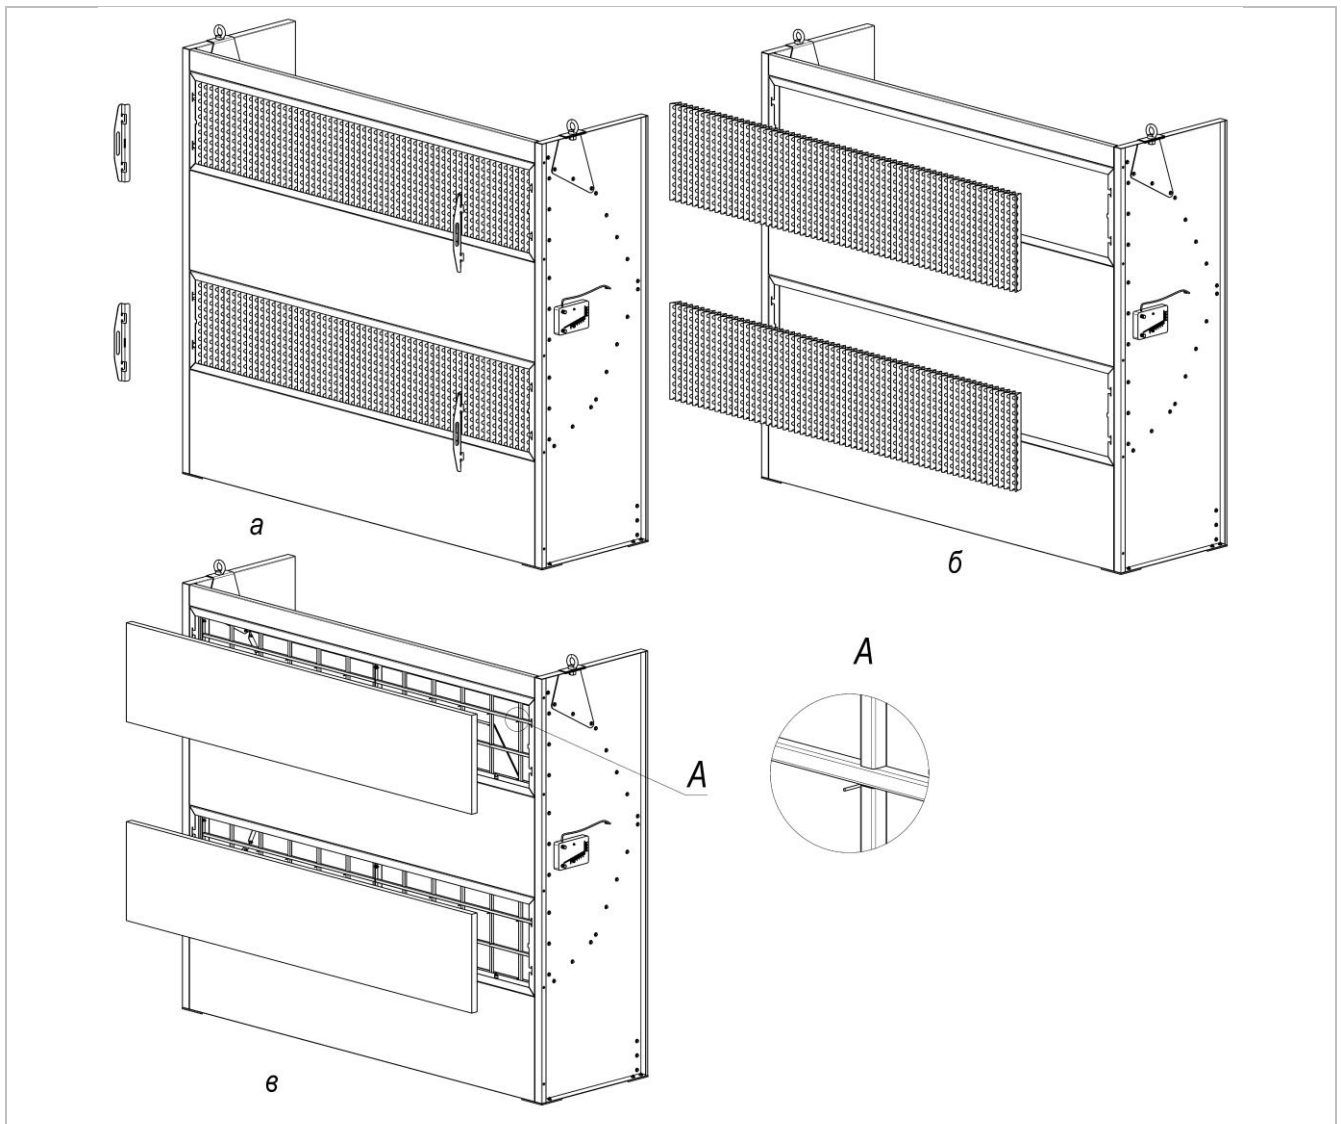

Рисунок 5
- 1) снять фиксаторы (рисунок 5а);
- 2) удалить загрязнённый фильтр лабиринтный (рисунок 5б);
- 3) удалить загрязнённый фильтр Paint-Stop (рисунок 5в);